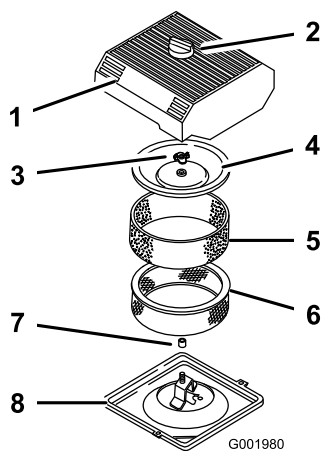

Bild 37
3. Reinigen Sie den Bereich um den Luftfilter herum, um zu verhindern, dass Schmutz in den Motor fällt und Schäden verursacht (Bild 37).
- Lösen Sie das Handrad an der Luftfilterabdeckung und nehmen Sie die Abdeckung ab (Bild 37).
- Schieben Sie den Schaumeinsatz vorsichtig vom Papiereinsatz (Bild 37).
- Schrauben Sie die Abdeckungsmutter ab und nehmen Sie die Abdeckung und den Papiereinsatz ab (Bild 37).
- Schieben Sie das Schaumelement vorsichtig auf das Papierluftfilterelement (Bild 37).
- Schrauben Sie die Abdeckungsmutter mit der Hand auf der Abdeckung fest (Bild 37).
- Montieren Sie die Luftfilterabdeckung und das Handrad (Bild 37).